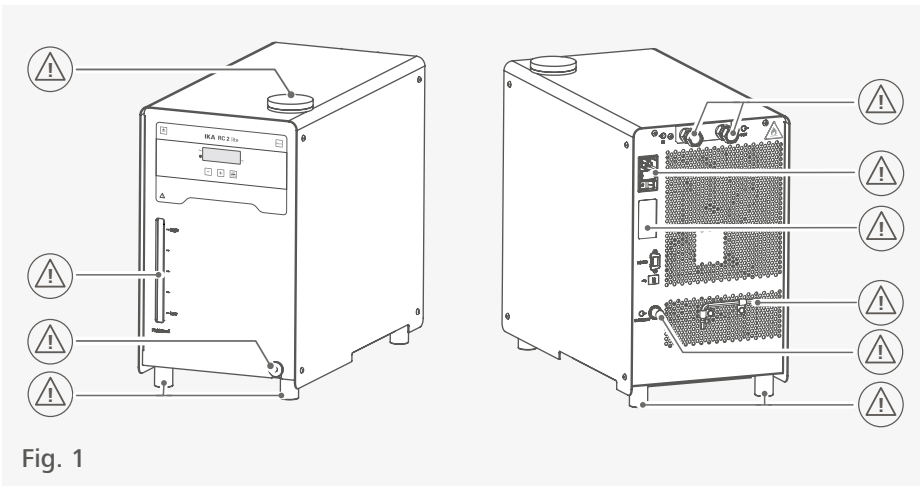

Fig. 1
- › Preste atención a los puntos identificados en la Fig. 1.